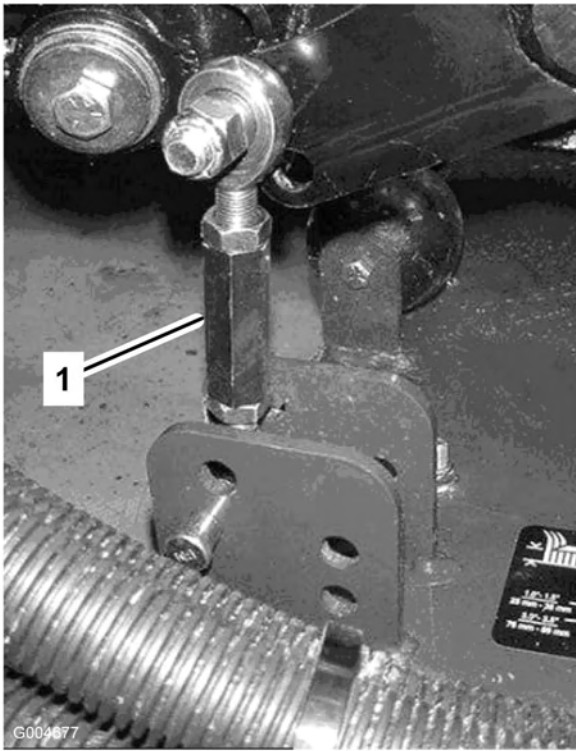
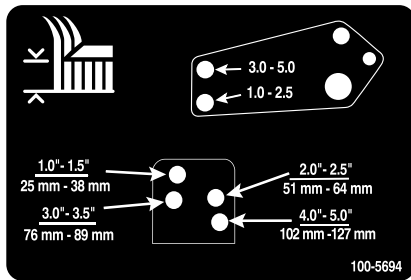

Bild 22
Bild 23
- 8. Entfernen Sie die Splints und Lastösenbolzen, mit denen die Stoßdämpferverbindungen an den Mähwerkbügeln befestigt sind (Bild 22). Fluchten Sie die Stoßdämpferverbindungs Löcher mit den ausgewählten Löchern im Schnitthöheneinstellbügel am Mähwerkrahmen ab (Bild 23), stecken die Lastösenbolzen ein und bringen die Splinte an.